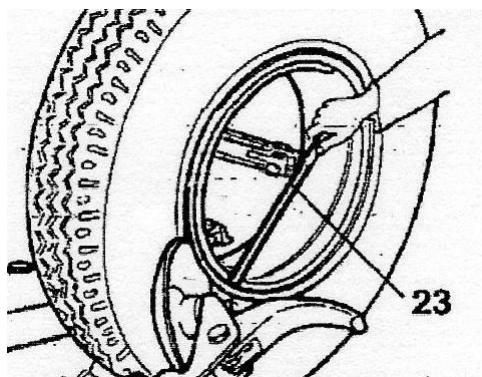

Рисунок 28
- Установите диск бортотгибателя вровень в ободом (см. Рисунок 28).
- Повторите эту процедуру, но на этот раз поместите диск вплотную к разъёмному кольцу (см. Рисунок 28), пока высвобождается стопорное кольцо. Извлеките его с помощью специального LC-рычага (поз. 23, Рисунок 28) или с помощью диска.
ному кольцу (см. Рисунок 28), пока высвобождается стопорное кольцо. Извлеките его с помощью специального LC-рычага (поз. 23, Рисунок 28) или с помощью диска бортот-